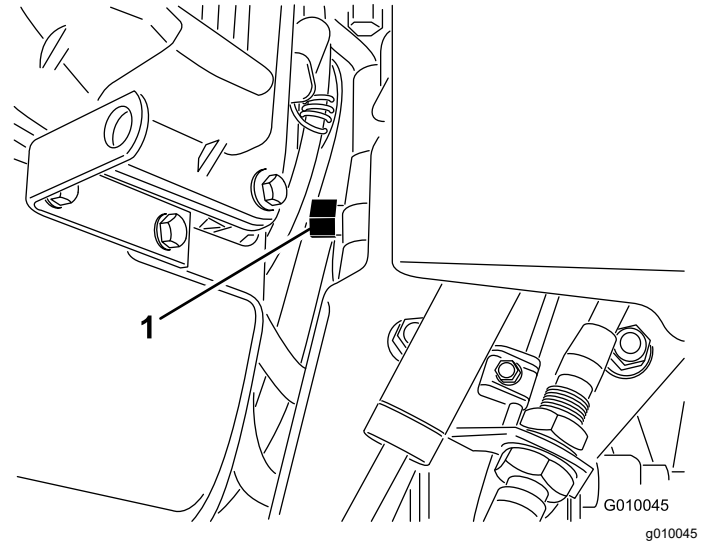

图 29
2. 找到发动机与静液压泵之间的旁通阀图 29。
3. 使用 16mm 扳手将旁通阀逆时针旋转 1 圈。这样可以让液压油从泵旁通过令车轮可以转动图 29。
5. 要再次操作机器请将旁通阀顺时针旋转 1 圈图 29。